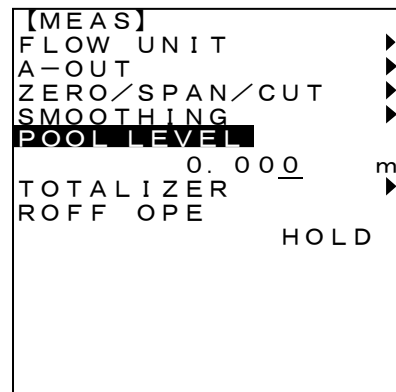

図 4-7-4
2. <ENT>キーを押し設定値を変更できる状態にします。(図4-7-4)